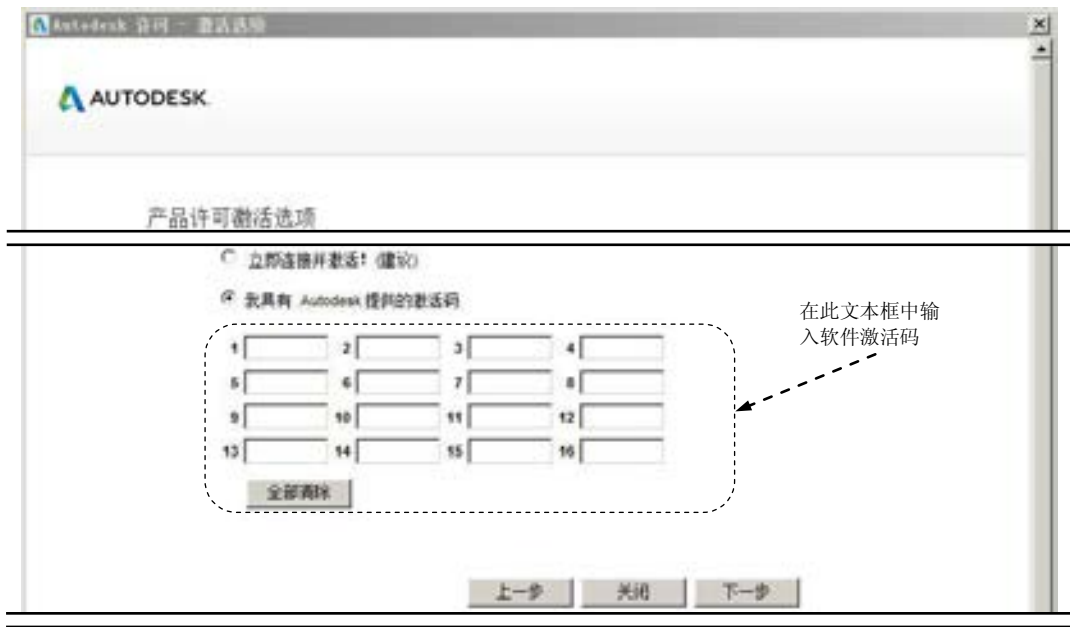

图 1.2.2 “Autodesk 许可-激活选项”界面(二)
(1) 在图 1.2.2 所示的“Autodesk 许可-激活选项”界面(二)选中 我具有 Autodesk 提供的激活码单选项,在其下方的文本框中输入软件激活码并单击 **下一步** 按钮。
(2) 系统弹出“Autodesk 许可-激活完成”界面,表明 AutoCAD 2018 软件已被激活,单击该界面中的 **完成** 按钮。至此便完成了 AutoCAD 2018 的激活,以后启动 AutoCAD 2018 时无须再激活。
(3) 启动 AutoCAD 2018 后打开“Autodesk Exchange”界面,关闭该界面后系统进入 AutoCAD 2018 的使用界面。